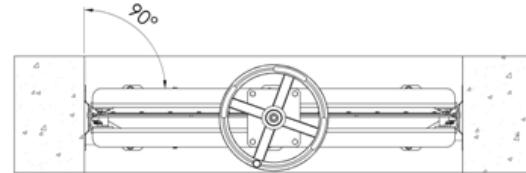

Figura 6
- Posicionar la compuerta dentro del canal. Hay que asegurarse de que la compuerta esté perfectamente alineada y centrada en el canal (ver Figura 6)